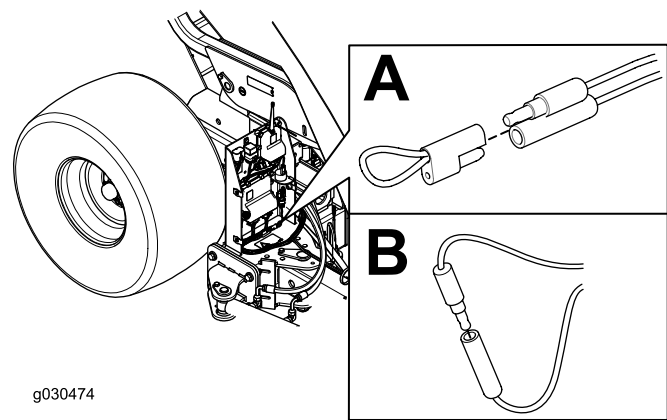

Figura 40
- 4. Tirate via il cappuccio fisso dei 2 connettori di derivazione di diagnostica (Figura 40, A).
- 5. Collegate i connettori di derivazione di diagnostica tra loro (Figura 40, B).